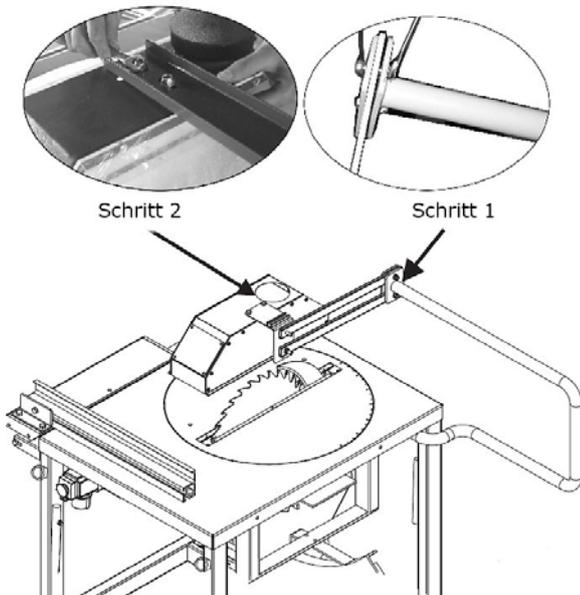

Abb. 10: Montage des Haltebügels
**Schritt 2:** Schließen Sie den Sägeblattschutz und den Haltebügel des Sägeblattschutzes gemäß Schritt 1 und Schritt 2 in Abb. 10 an.